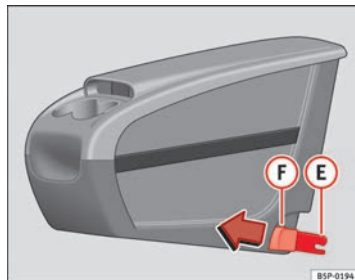
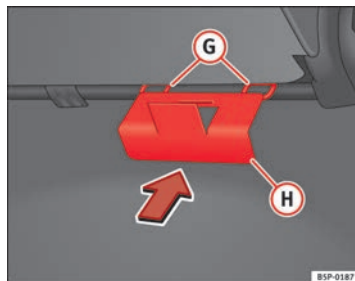

Fig. 111 Cassetto portaoggetti estraibile. Montaggio
Fig. 112 Piastra di fissaggio del cassetto portaoggetti estraibile
- Collocare dall'interno del veicolo la piastra di fissaggio **H** ⇒ fig. 112 del cassetto portaoggetti estraibile, facendolo passare attraverso la parte posteriore del sedile. Deve essere collocata fra lo schienale e il piano del sedile, nella zona del posto centrale.
- Agganciare i due pezzi di fissaggio **E** ⇒ fig. 111, con i due occhielli di fissaggio **G** ⇒ fig. 112 e premere con forza fino a quando le due pinze si incastrano completamente con gli occhielli.
- Tirare in avanti entrambi i pulsanti ⇒ fig. 111 **F** delle pinze (pulsanti rossi), fino a quando non si sente lo scatto.